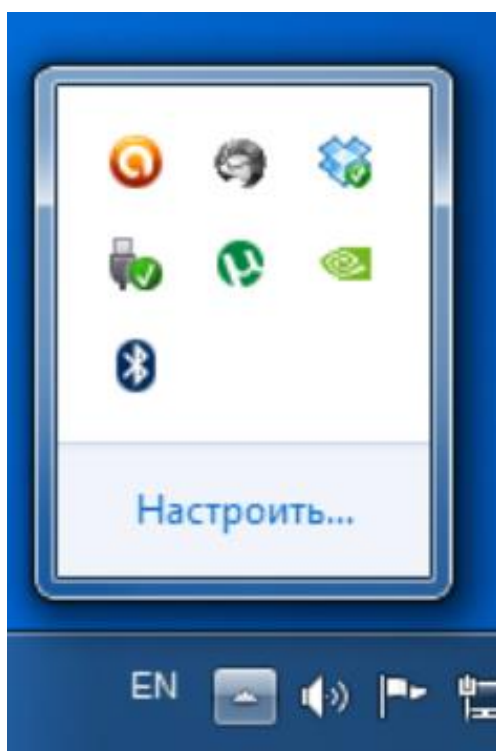

Рис.12. Вид всплывающей панели задач устройств Windows.
3.4.3. На ПК во всплывающей панели задач рядом с часами щелкните левой кнопкой мыши два раза по значку  (Устройства Bluetooth) (рис.12).